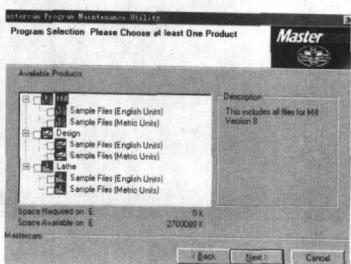

图 1-6
5) 选择要安装的选项，可选 Mill (铣削)、 Design (设计)、 Lathe (车床)，选 **Next >** (下一步)，如图 1-6 所示。